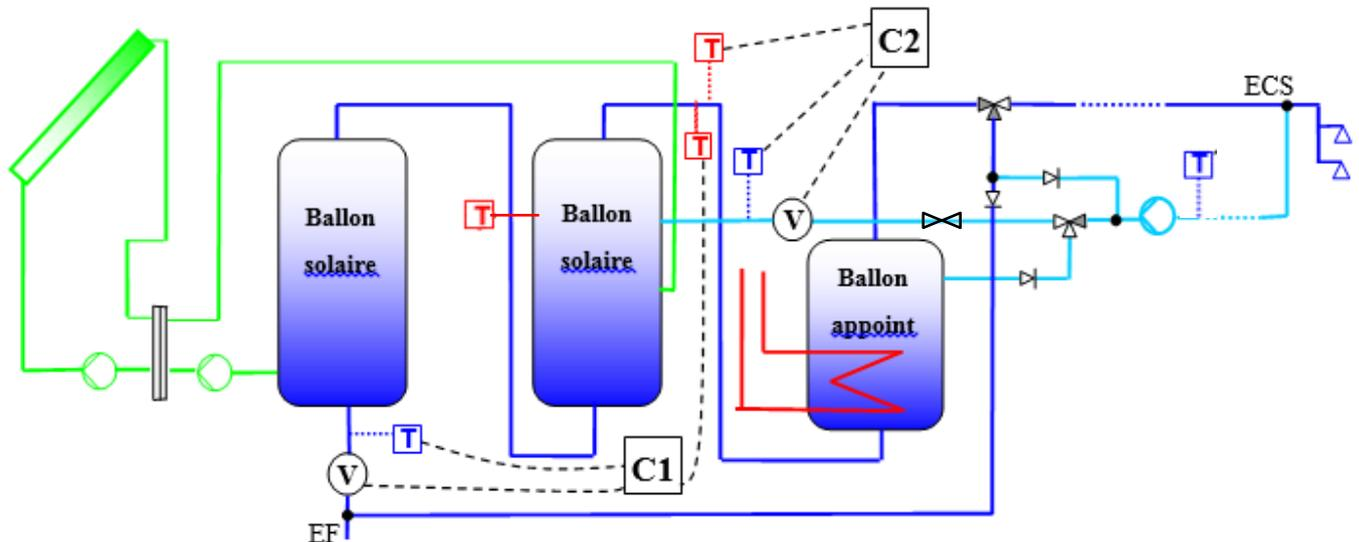

Fig. 6 Retour conditionnel du bouclage dans le solaire
- Position des sondes de température dans le ballon solaire et dans le ballon d'appoint pour pilotage de la pompe, comme indiquées sur la figure 6
- Mise en place d'un comptage spécifique sur le circuit de transfert avec double index (compteur C2 de la figure 6)